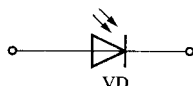

图 1-10 光敏二极管的符号
(3) 激光二极管。根据内部构造原理,判断激光二极管好坏的方法是通过测试激光二极管的正、反向电阻来确定好坏。若正向电阻为 20~30kΩ,反向电阻为无穷大,说明正常;否则,要么激光二极管老化,要么损坏。
(4) 光敏二极管。光敏二极管工作在反偏状态,它的管壳上有一个玻璃窗口,以便接受光照,其符号如图 1-10 所示。